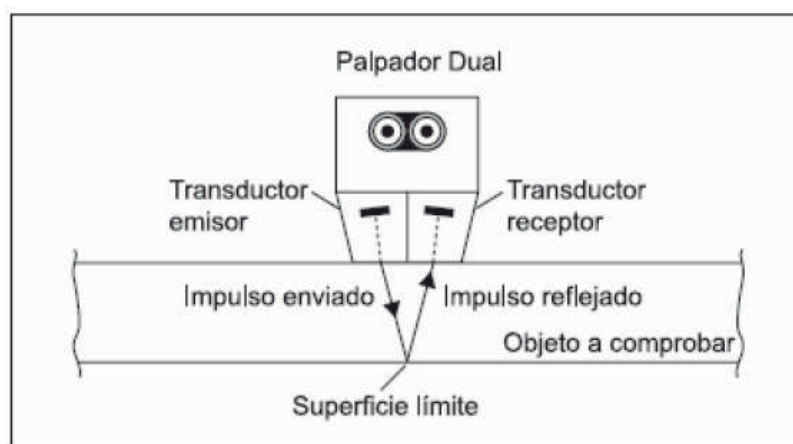

Figura 2.- Modo de medición dual
En el modo dual, las tareas de transmisión (T) y recepción (R) se llevan a cabo por dos elementos piezoeléctricos los cuales están separados mecánicamente entre sí. El pulso inicial es generado por el cristal transmisor y es enviado hacia el objeto de prueba. Los ecos son recibidos por el cristal receptor y convertidos nuevamente en pulsos eléctricos. El DMS Go, mide el tiempo entre la transmisión y recepción del pulso ultrasónico (tiempo de vuelo). Con base en la medición del tiempo de vuelo y la velocidad ultrasónica del material, el DMS Go determina el espesor del material. La figura 2 muestra el principio del modo dual.